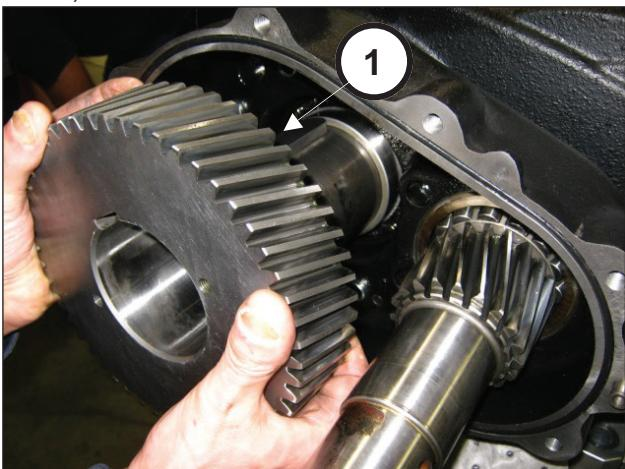
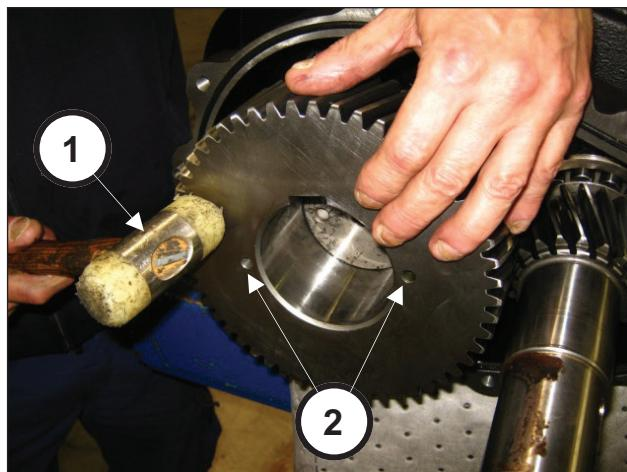

Рис. 79
Рис. 80
Установите ведомую шестерню на вал (поз. ①, Рис. 79) и насадите ее до упора с помощью ударной массы (поз. ①, Рис. 80).
Ведомая шестерня должна быть установлена так, чтобы оба отверстия M8 (используемые для съема) были обращены наружу насоса (поз. ②, Рис. 80).